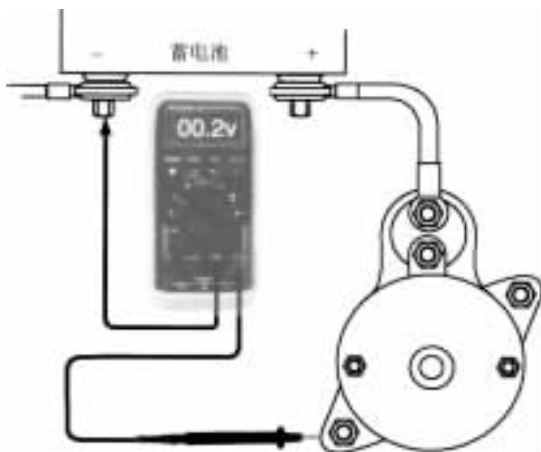

图 5-10 起动系统电压的测量
30. 部件专家 A 说如图 5-10 所示电压表的连接是在测量起动机能够获得的电压。部件专家 B 说该图所示测得的 0.2V 电压说明起动机有故障。谁是正确的?